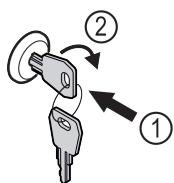

Fig. 130
- ▶ Inserire la chiave. Fig. 130 (1)
- ▶ Ruotare la chiave di 90° in senso orario. Fig. 130 (2)